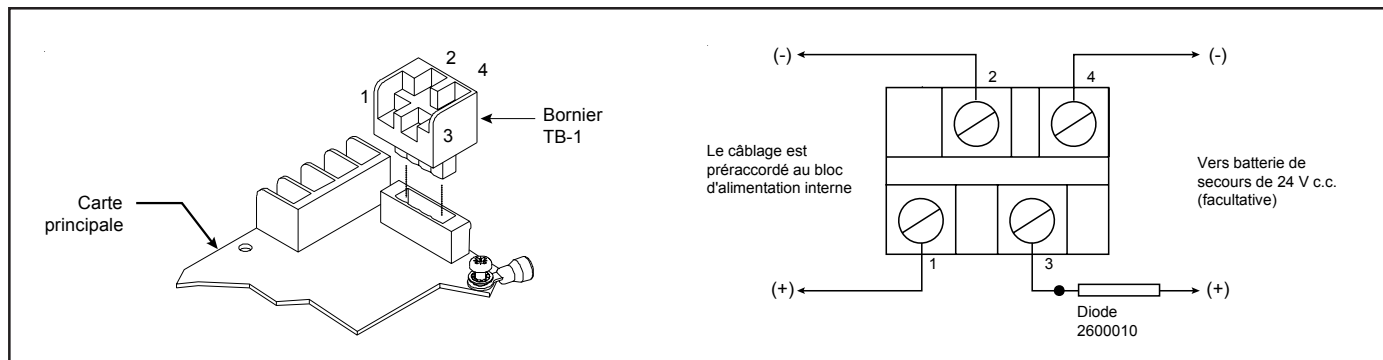

Figure 4. Câblage du bornier TB1
- d. (Option). Brancher la batterie externe 24 V c.c. (non fournie) en série avec la diode fournie (pièce n° 2600010) entre les bornes 3 et 4 de TB1 sur la carte principale, comme illustré sur la figure 4 et suivant les inscriptions sur la diode.
**Remarque :** On peut débrancher le bornier TB1 de la carte principale afin d'effectuer les raccordements illustrés sur la figure 4.